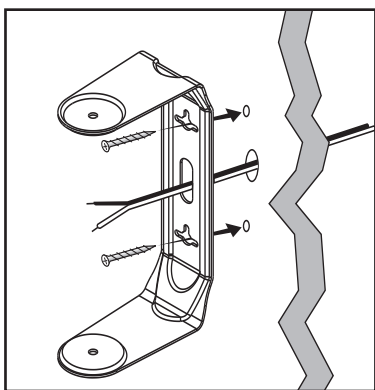

FIGURE 11
8. Si le fil de haut-parleur destiné à l'enceinte est passé dans le mur et sort derrière le support, passez le fil à travers le trou du support avant d'installer le support au mur [figure 11].